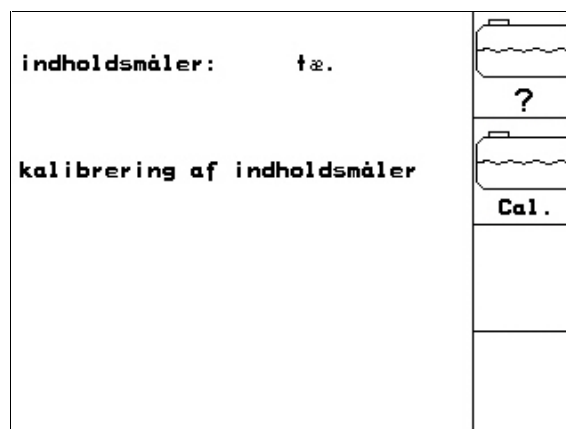

Fig. 63
- Maskinen overstyrer (Fig. 63/1):